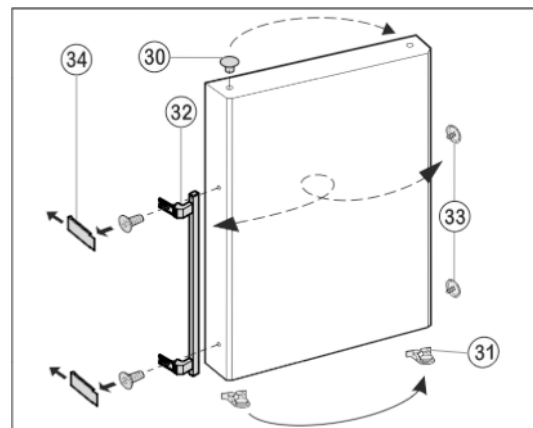

Fig. 11
- ▶ Estrarre il tappo Fig. 11 (30) dall'alloggiamento del supporto della porta e spostare.
- ▶ Smontare la maniglia della porta, i Fig. 11 (32), tappi Fig. 11 (33) e le piastre di spinta\* Fig. 11 (34) e spostare sul lato opposto.